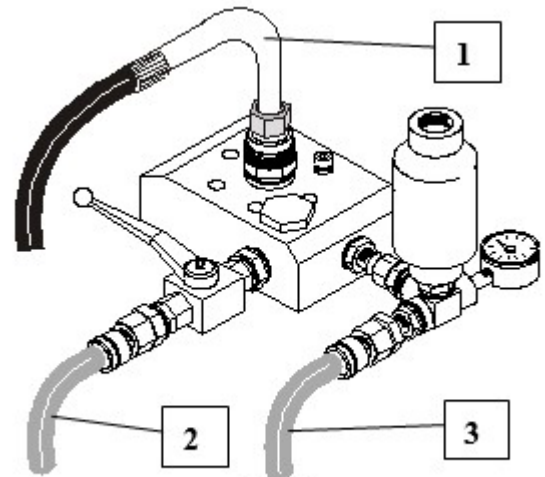

Fig.26
3) Überprüfen Sie, ob alle Rohre richtig angeschlossen sind (Abb. 26). Andernfalls **starten Sie die Pumpe nicht**.